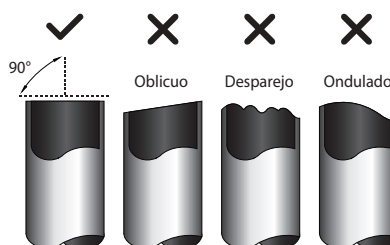

Fig. 5.1
3. Asegúrese de que el tubo se corte a un ángulo exacto de 90°. Consulte la Fig. 5.1 para ver ejemplos de cortes incorrectos.